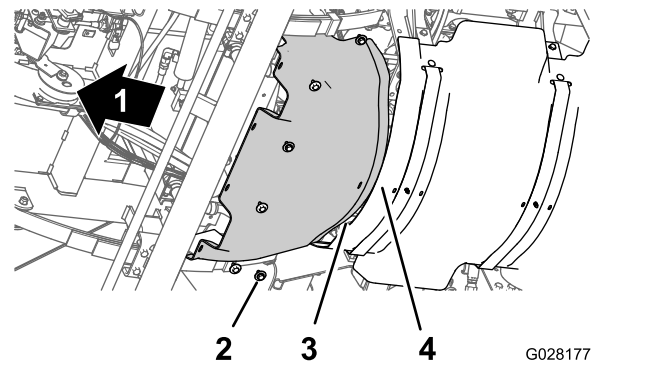

Figure 59
1. Alignez la bride arrière de l'écran pare-chaueur avant et la bride avant de l'écran pare-chaueur arrière (Figure 59).
2. Alignez les trous de l'écran pare-chaueur avant et les trous filetés du châssis (Figure 59).
3. Montez l'écran pare-chaueur avant sur la machine au moyen des 6 boulons à tête hexagonale et des 6 rondelles (Figure 59) retirés à l'opération 3 de Dépose de l'écran pare-chaueur avant \(page 53\).